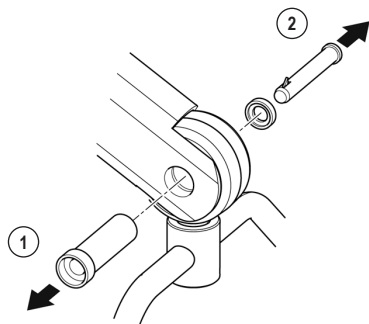
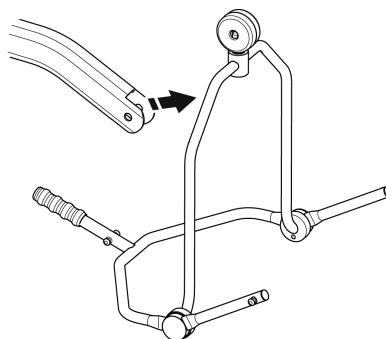

Fig. 3
Fig. 4
2. Estrarre il perno (Fig. 3, n. 1).
3. Sostenere il bilanciante e, quindi, tirare il manicotto del perno (Fig. 3, n. 2) in direzione opposta estraendolo completamente dal braccio di sollevamento. Il bilanciante per il sollevamento si sbloccherà completamente (Fig. 4).